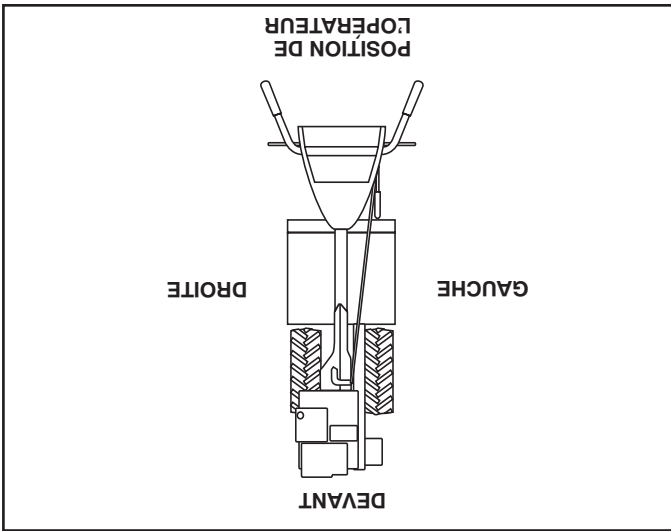

FIG. 1
- (1) Clé de 9/16"
**POSITION D'OPERATEUR (Voir la fig. 1)**